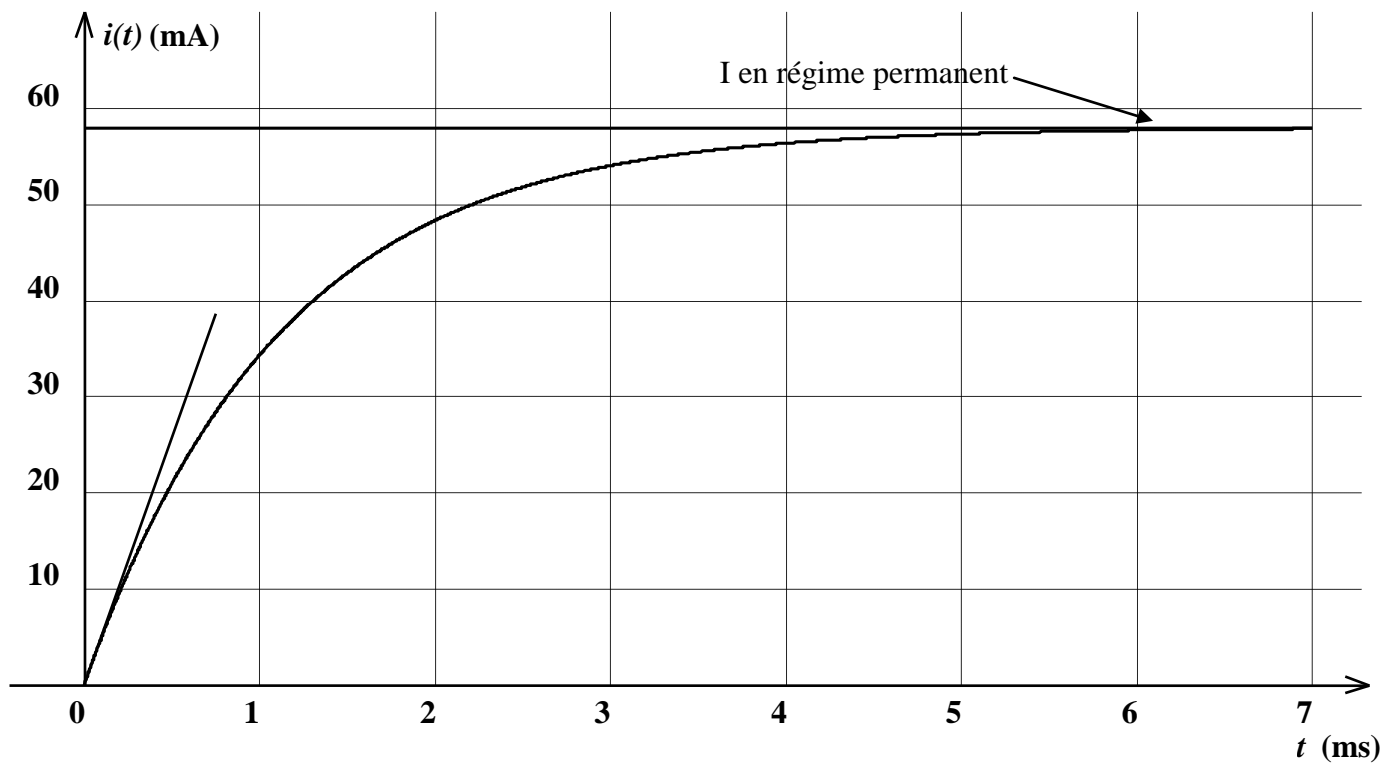

Figure 5
2.3.2. Déterminer graphiquement sa valeur en faisant figurer la méthode utilisée sur la **figure 5 en annexe à rendre avec la copie**.
2.4.3. Représenter avec soin la courbe représentant l'évolution de l'intensité du courant en fonction du temps $i = f(t)$ sur la **figure 5 en annexe, à rendre avec la copie**.